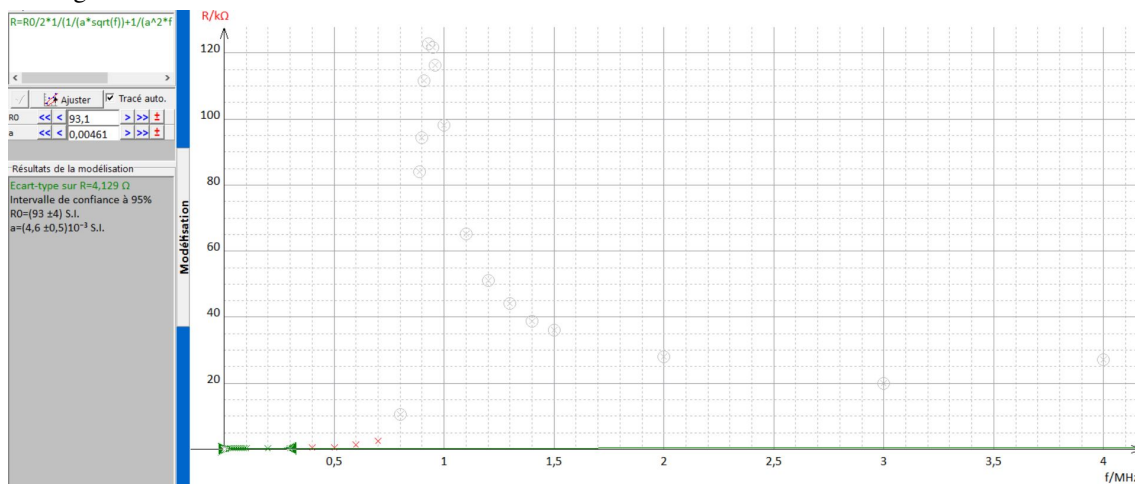

FIGURE 3 – Etude de l'effet de peau
- ✗ Le graphe obtenu est représenté figure 3.
- ✗ On modélise la courbe obtenue en utilisant la formule de la question 2. On obtient la courbe représentée figure3.